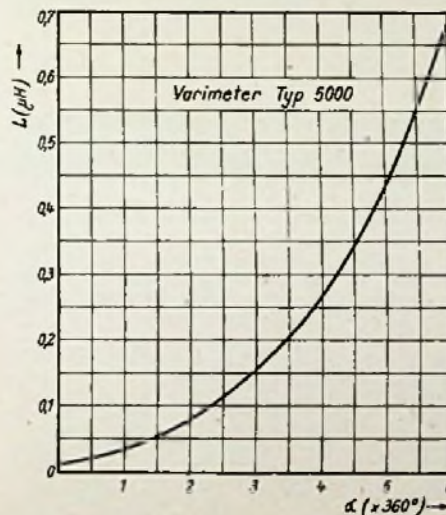

Bild 2. Verlauf der Selbstinduktion bei den Spulen der Abstimmereinheit von Bild 1
und in Fernsehempfängern bis zu den elektrischen Wippen, die in elektronischen Rechenmaschinen Verwendung finden. Eine interessante Schaltung dieser Kategorie, die mit einem relativ geringen Aufwand auskommt, ist in Bild 2 dargestellt. (In einem früheren Instrument des Verfassers mit Klangerzeugung durch Filter wurde von dieser Schaltung Gebrauch gemacht.)
Bild 2. Prinzipschema einer Synchronkaskade bestehend aus drei Sperrschwingern. Stufe V2 wird von V1, und diese von V1, synchronisiert
**Kurvenverlauf:** Der Verlauf der Selbstinduktion in Abhängigkeit vom Drehwinkel ist in Bild 2 dargestellt.